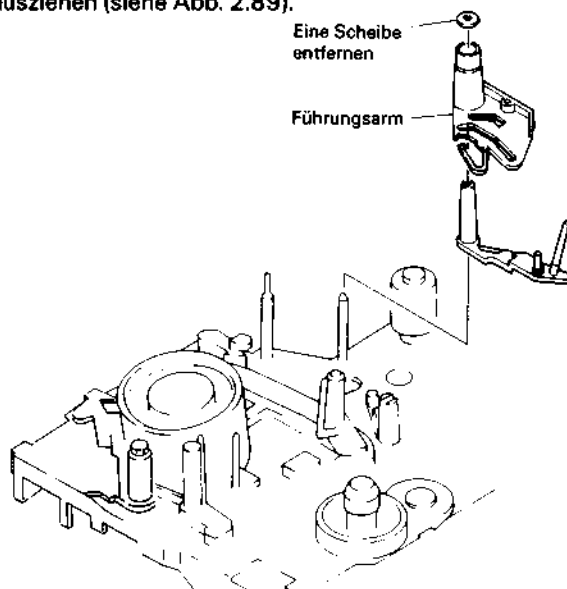

Abb. 2.89 Ausbau der Führungsarmeinheit
Ausbau der Führungsarmeinheit (Abb. 2.89)
3. Eine (1) Scheibe entfernen und die Führungsarmeinheit herausziehen (siehe Abb. 2.89).